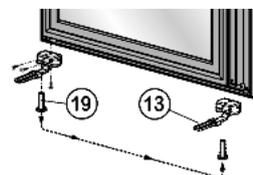

Fig. 12
► Spostare la battuta Fig. 12 (13) sul lato opposto e avvitare fermamente a 2 Nm.
► Verificare se sul lato opposto nel supporto della porta è presente una bussola di plastica bianca. In caso contrario*: Estrarre la bussola di plastica Fig. 12 (19) dal supporto della porta adattandola perfettamente sul lato opposto.